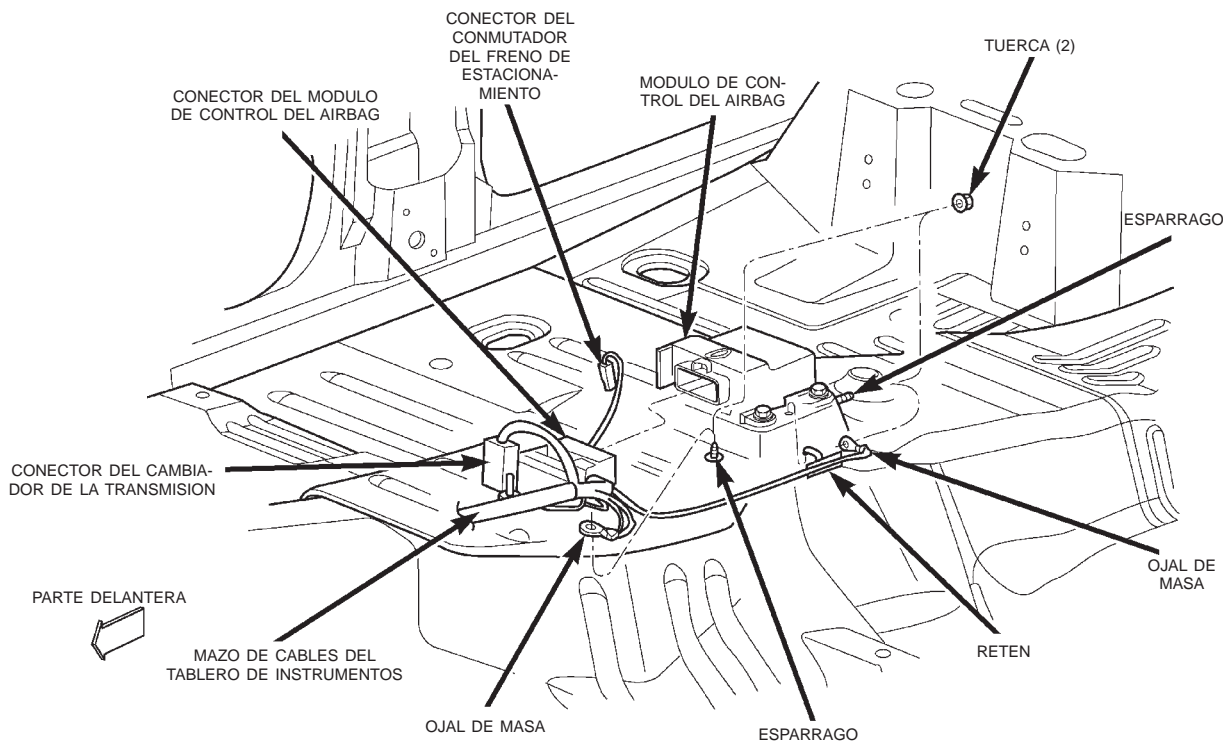

Fig. 37 Conexiones del túnel de la transmisión en la plancha del suelo de la carrocería
(21) Desconecte los conectores del mazo de cables del tablero de instrumentos de los siguientes componentes del túnel de la transmisión de la plancha del suelo de la carrocería (Fig. 37):